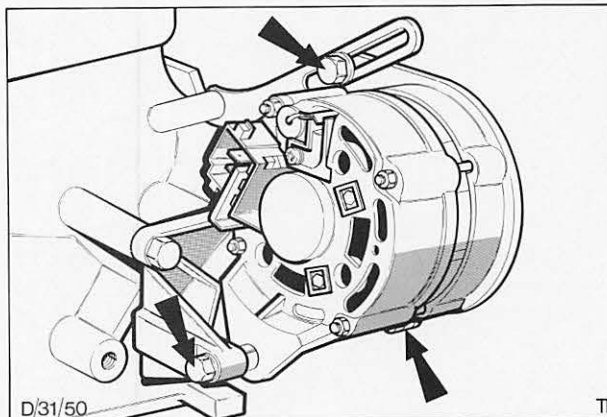

Abb. 69 Befestigungsschrauben – Drehtromlichtmaschine
4. Befestigungsschrauben der Lichtmaschine lösen, Abb. 69, und Lichtmaschine zum Motor hin schwenken.